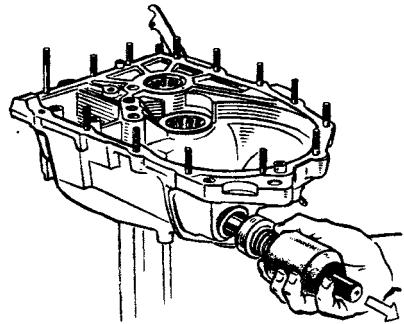

Рис. 9. Снятие штока выбора передач автомобилей ВАЗ-2108, -2109
10. Тугое перемещение штока выбора передач. Снять шток выбора передач (рис. 9), очистить гнездо штока, удалить шлифовальной шкуркой или бархатным напильником заусенцы, деформированный шток заменить.